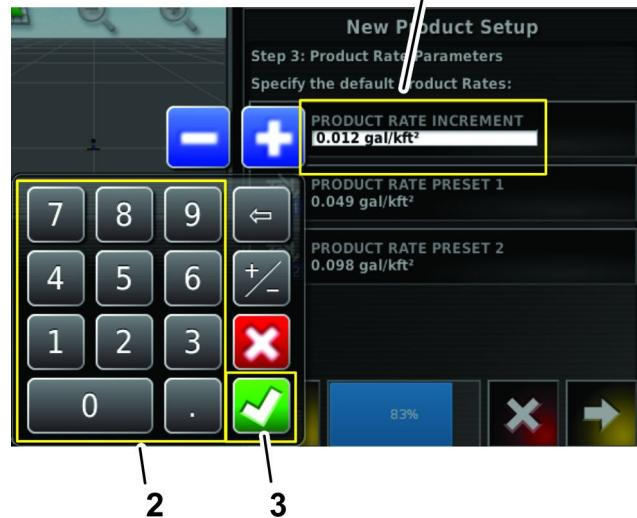

Figura 33
- A. Utilice el teclado numérico de la pantalla para introducir el incremento de caudal para los 2 caudales de aplicación preajustados (Figura 33).
- B. Pulse el icono de confirmación (Figura 33).
- A. Utilice el teclado numérico de la pantalla para introducir el caudal de aplicación preajustado (Figura 33).